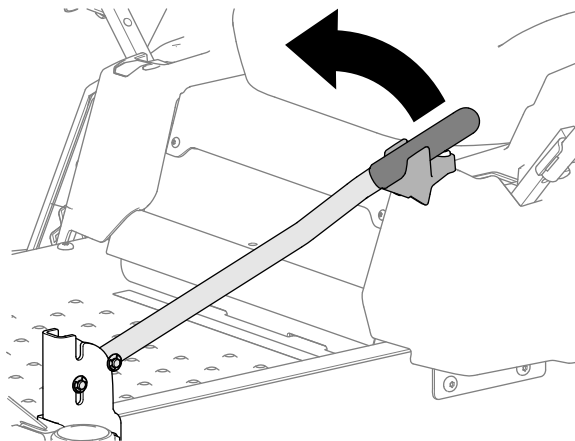

Figure 8
1. Faites pivoter la poignée de maintien, comme montré à la Figure 8.